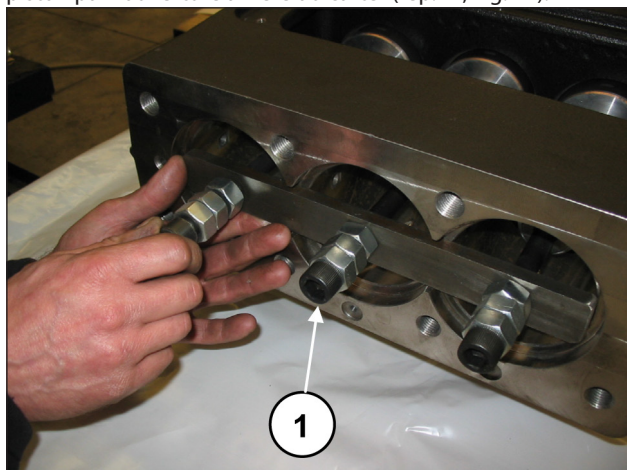
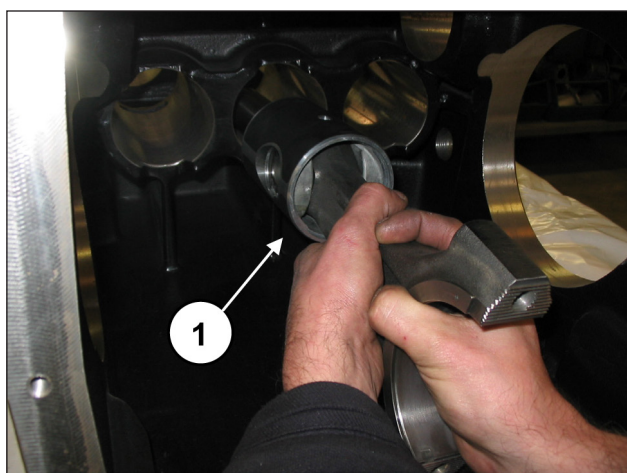
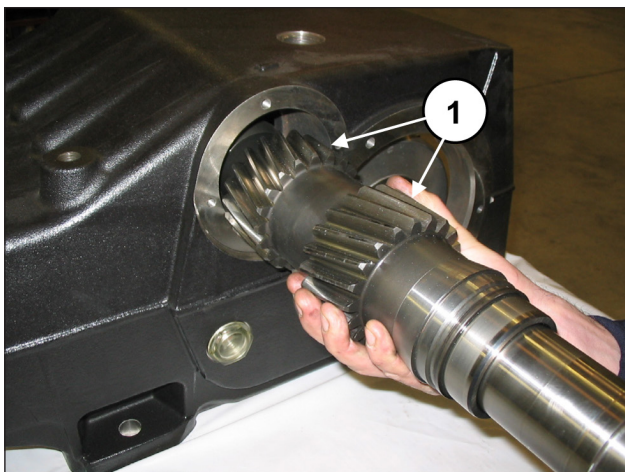

Fig. 40
Fig. 41
Fig. 55
Dévisser les vis de l'outil réf. 27566200 pour dégager les bielles (rep. ①, Fig. 40) et dégager les ensembles bielle-guide de piston par l'ouverture arrière du carter (rep. ①, Fig. 41).
Après s'être assuré que le carter est propre, insérer l'ensemble demi-bielle/guide de piston dans les chemises du carter (rep. ①, Fig. 41).
Bloquer les trois groupes à l'aide de l'outil réf. 27566200 (rep. ①, Fig. 40).
Déposer l'outil de serrage des bielles 27566200 (rep. ①, Fig. 40) et faire glisser les bielles vers l'arrière jusqu'à ce qu'elles entrent en contact avec le vilebrequin. Insérer l'arbre de la prise de force prémonter à l'intérieur du carter (rep. ①, Fig. 55) en le faisant passer du côté opposé de celui où ont été prémonter la bague extérieure du roulement et la douille de lubrification des roulements.
Insérer l'arbre de la prise de force dans le carter de sorte que les dents soient tournées comme le montre la Fig. 55.